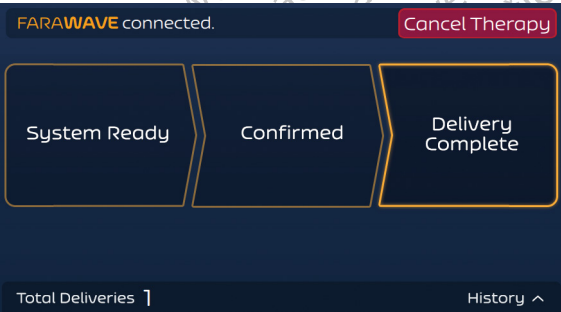

Figure 12. Écran Therapy (Thérapie) - Mode asynchrone - État Delivery Complete (Administration terminée)
- Lorsqu'une administration réussie est terminée, le générateur FARASTAR PFA incrémente le compteur Total Deliveries (Nombre total d'administrations) et enregistre également l'événement dans l'écran History (Historique). Voir Figure 12.